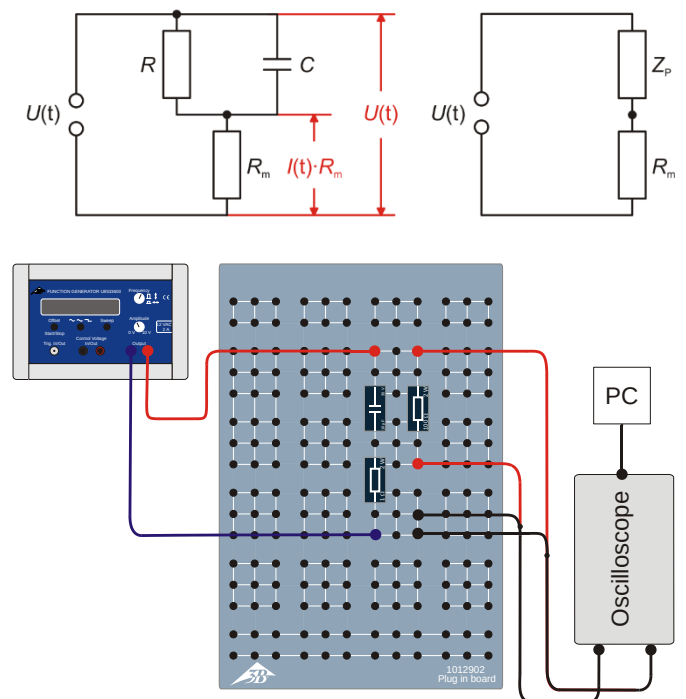

Fig. 3: Schaltskizze (oben links), Ersatzschaltbild (oben rechts) und schematische Skizze des Aufbaus (unten) für die Parallelschaltung.
- Die Messanordnung für die Parallelschaltung (Fig. 1, rechts) gemäß der Schaltskizze (Fig. 3) mit $R_m = 1 \Omega$, $R = 100 \Omega$ und $C = 10 \mu\text{F}$ aufbauen.